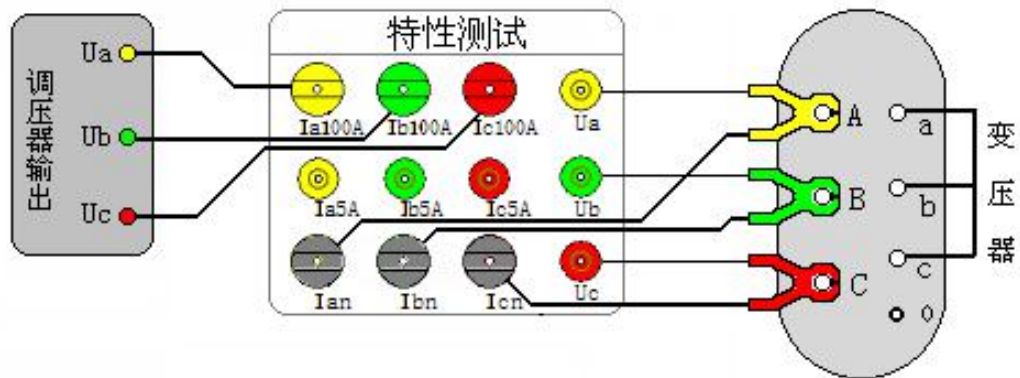

图 27、三相电源测量变压器短路损耗
(4). 三相三线电源测量变压器短路损耗: 从变压器高压侧施加三相测试电源, 低压侧用专用短接线良好短接, 如图 27 接线: